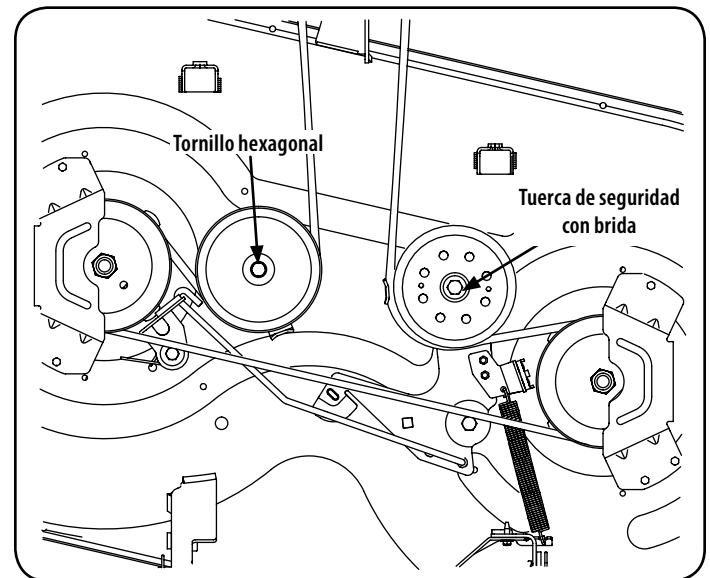
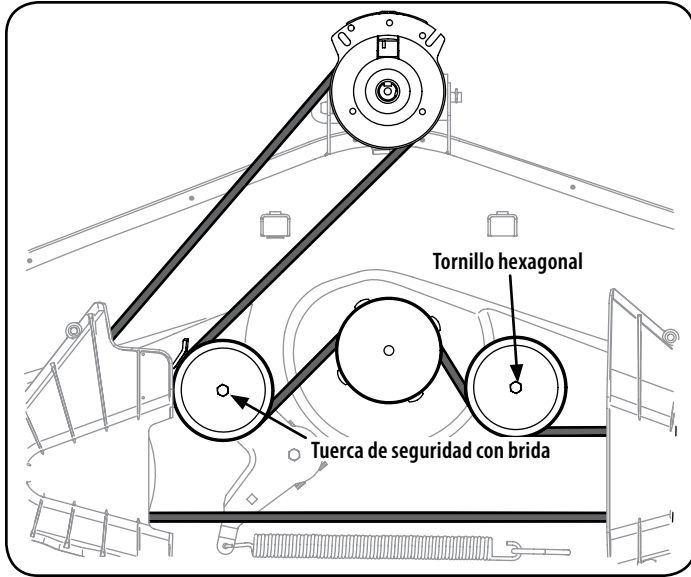
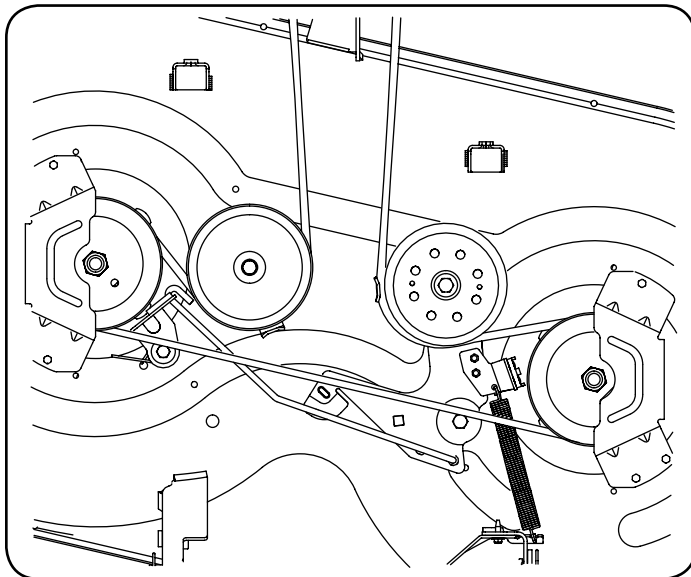

Figura 31
Figura 32
Figura 33
4. Coloque la correa nueva como se muestra en la Figura 31 para 42" Cubiertas, figura 32 para 46" Las cubiertas y la figura 33 para 54" de skate .